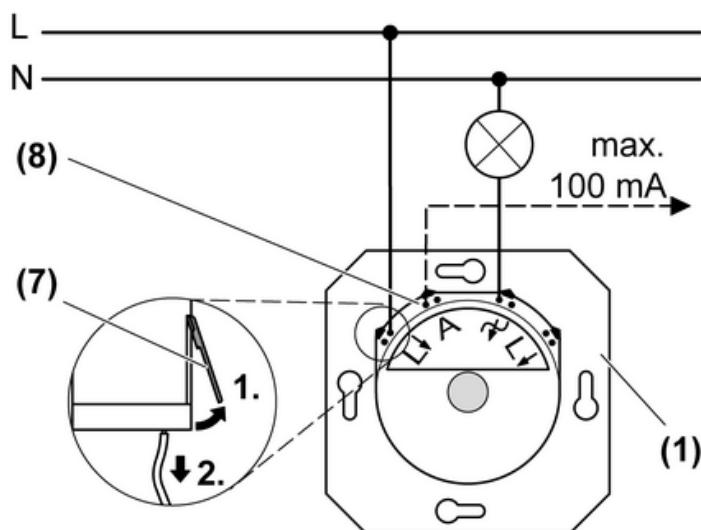

Figura 2: Schema di collegamento
- (1) Variatore di luce
- (7) Staccare il cavo di collegamento dal morsetto a innesto
- (8) Uscita di comando **A**
- Collegare il variatore di luce come da schema di collegamento (figura 2).